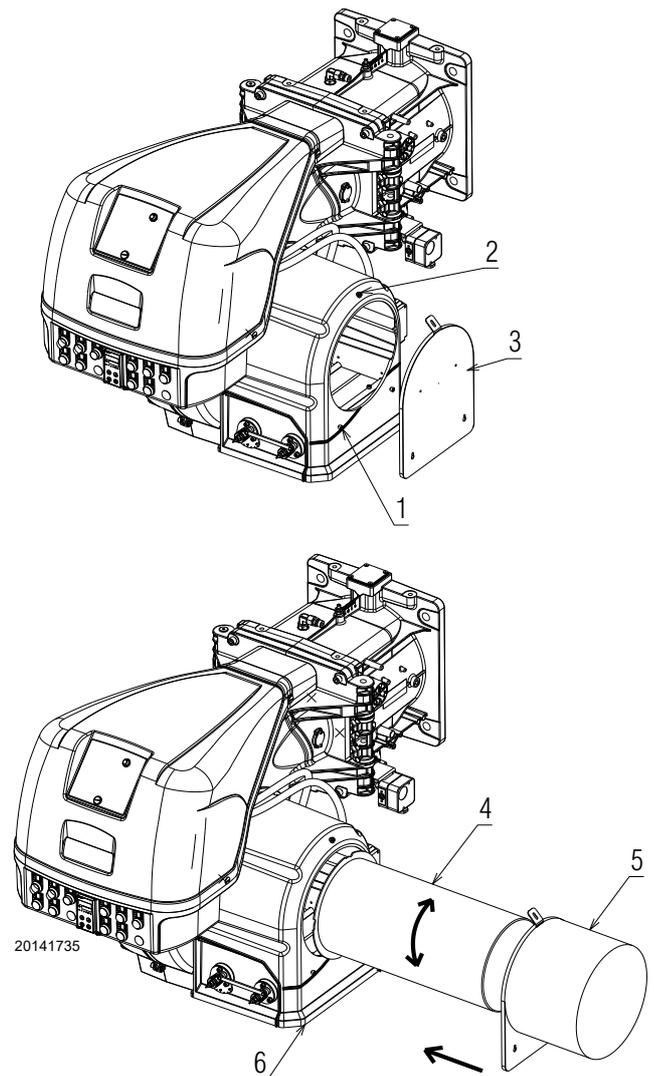

Abb. 22
- den Schalldämpfer im Inneren des Luftstutzens 6)(Abb. 22) entfernen;
- die Schrauben 1)-2)(Abb. 22) lockern und entfernen;
- den Deckel 5) mit den Schrauben 1)-2)(Abb. 22) befestigen.